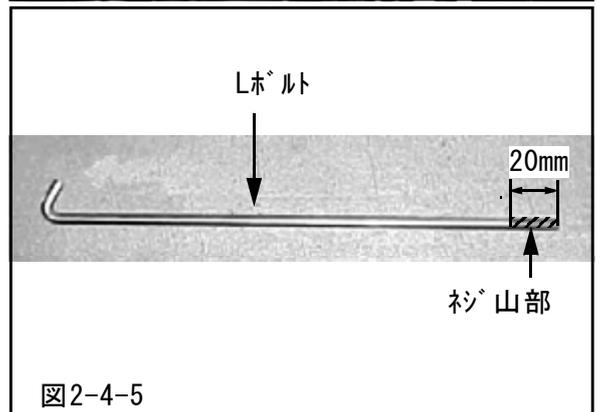

図2-4-5
- (10) タイヤハウス側のLボルトを取外し、図2-4-5の寸法を参考にし、Lボルトの先端を切断してください。(図2-4-5)
- (11) 切断したLボルトを使用して本締めをおこなってください。バッテリー本体を取付けてください。